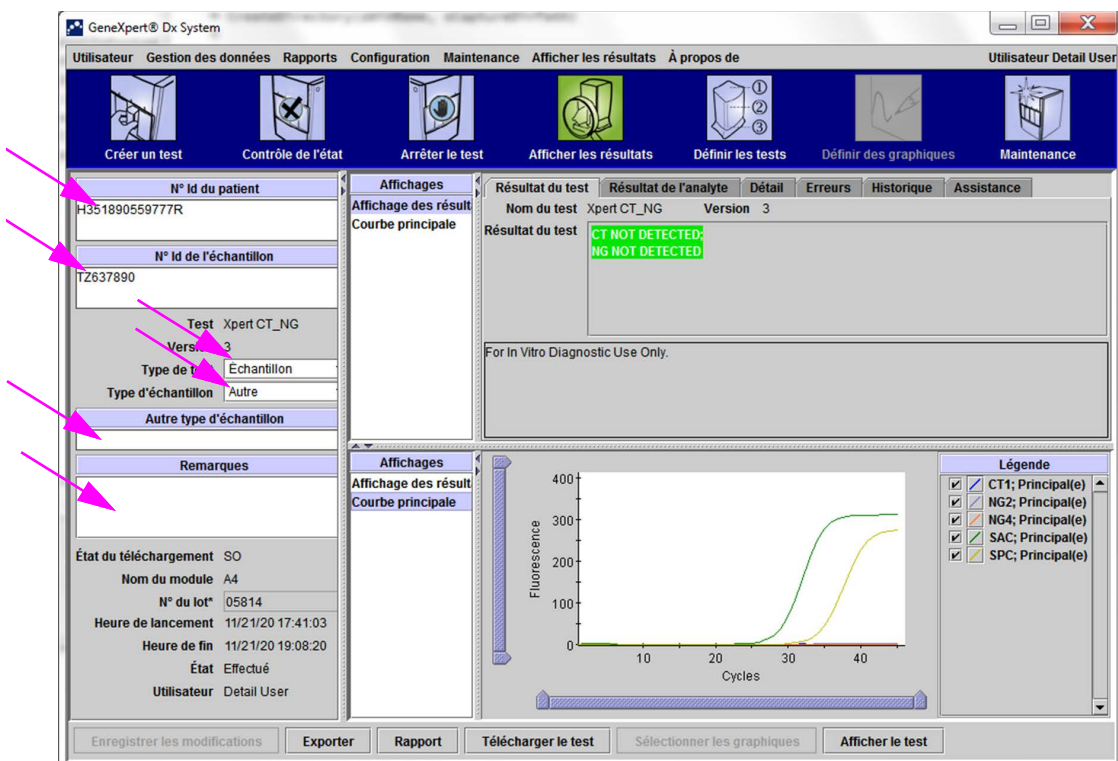

Figure 5-47. Fenêtre Afficher les résultats (Affichage Utilisateurs Détail et Administrateur)
Pour chaque test, vous pouvez modifier les champs N° Id du patient et ID patient 2 (si la fonction est activée), N° Id de l'échantillon, Type de test, Type d'échantillon, Autre type d'échantillon, et Remarques. Pour effectuer cela, dans la fenêtre Afficher les résultats (cf. Figure 5-47), modifiez les champs N° Id de l'échantillon, Type de test, Type d'échantillon, Autre type d'échantillon et Remarques (cf. Figure 5-47). Les champs N° Id de l'échantillon ne peuvent pas inclure les caractères suivants: | @ ^ ~ \ & / : * ? " ' < > ' \$ % ! ; () -.
1. Dans la fenêtre GeneXpert Dx System, cliquez sur **Afficher les résultats** dans la barre de menus. L'onglet **Résultat du test** s'affiche. Voir Figure 5-47.